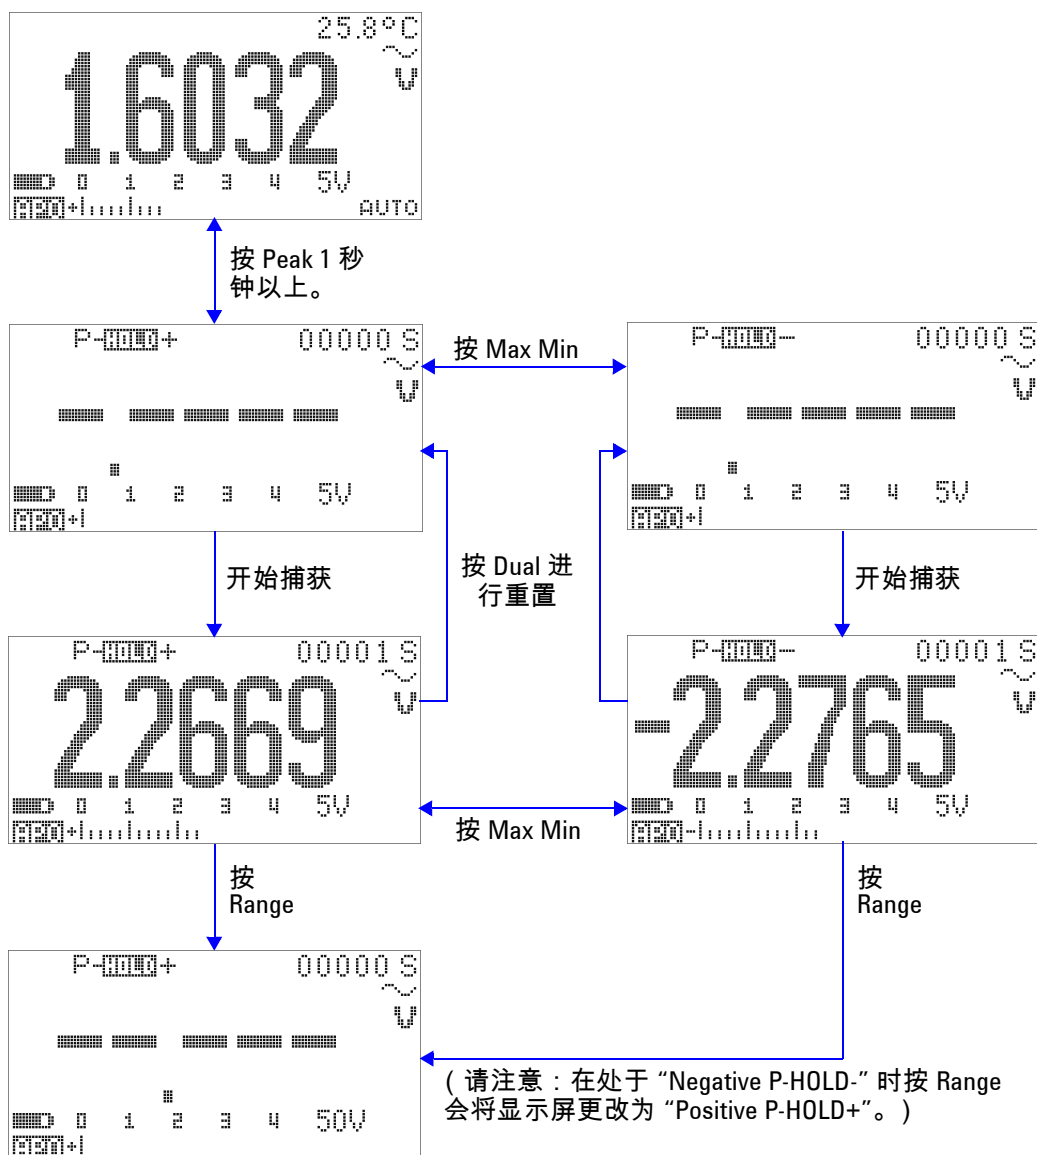

图 3-7 “1 ms peak hold” 模式下的操作
- 4 在第 70 页上的图 3-7 中所示的测量示例中，波峰因数将为 $2.2669/1.6032 = 1.414$ 。